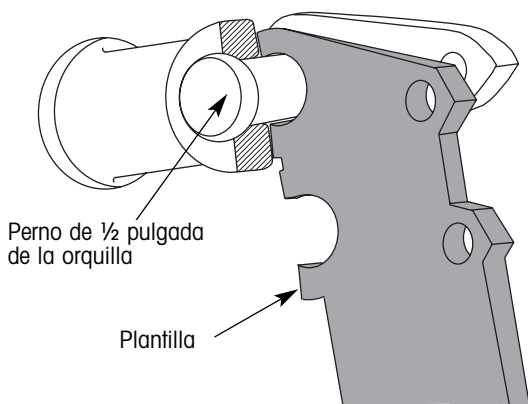

Figura 35. Verificando la alineación de la orquilla
4. Rote la plantilla de instalación hacia la horquilla hasta que el semicírculo superior e inferior se acomode completamente en el perno de ½ pulgada de la orquilla (figura 35).